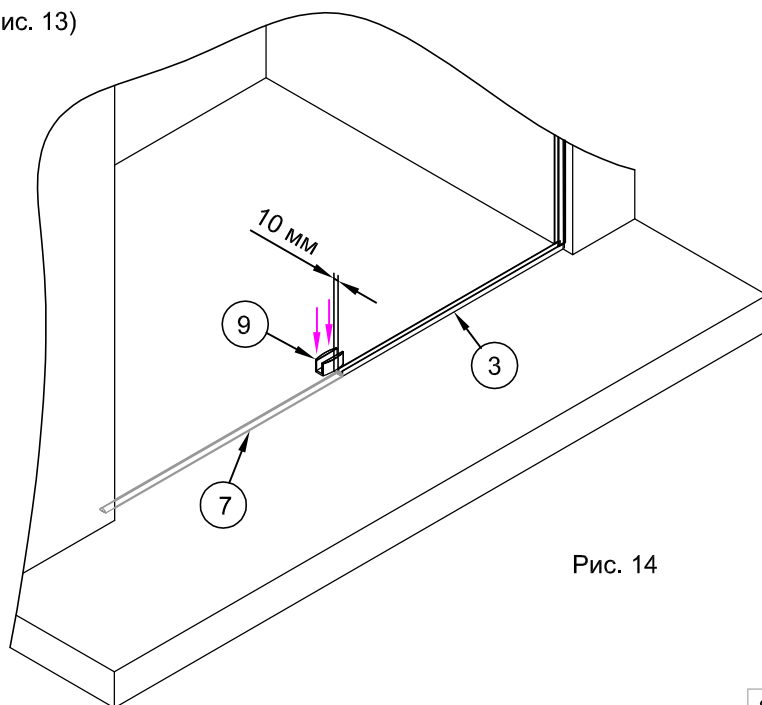

Рис. 14
4.4. Установить на пол нижнюю направляющую. Середина направляющей напротив торца профиля №3. Расстояние от внутреннего угла профиля №3 -10 мм. (рис.14)
4.5. Карандашом или фломастером провести разметку мест сверления отверстий под дюбели, используя отверстия в направляющей №9, для её крепления к полу (рис.14).
Вставить в отверстия дюбели №17. При необходимости использовать молоток. (рис.14)